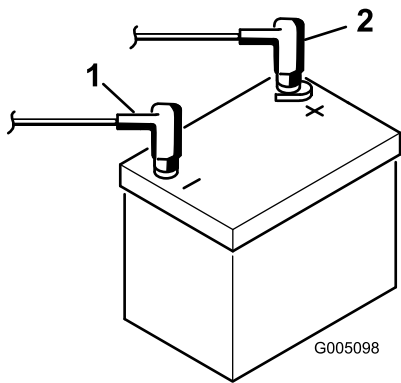

図 6
2. スタータからの赤いケーブルを端子に固定する(図6)。レンチで締め付けて固定し、ワセリンを塗布する。ケーブルが擦れて磨耗するような配線はさける。座席の最後部でケーブルを傷つけることがあるので特に注意すること。